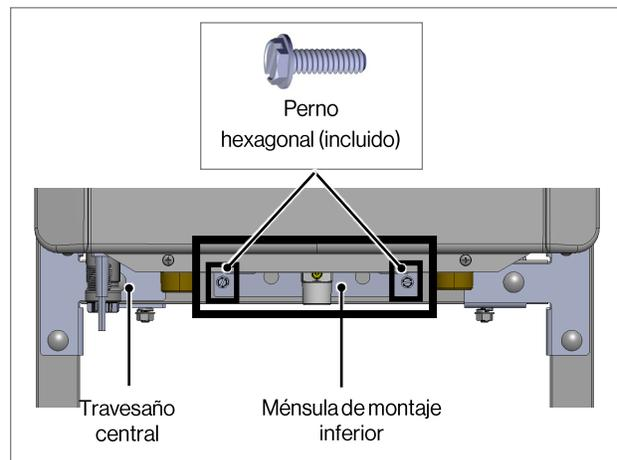

Fig. 12
10. Ajuste la ménsula de montaje inferior al travesaño central con dos (2) pernos hexagonales (incluidos) (Fig. 12).